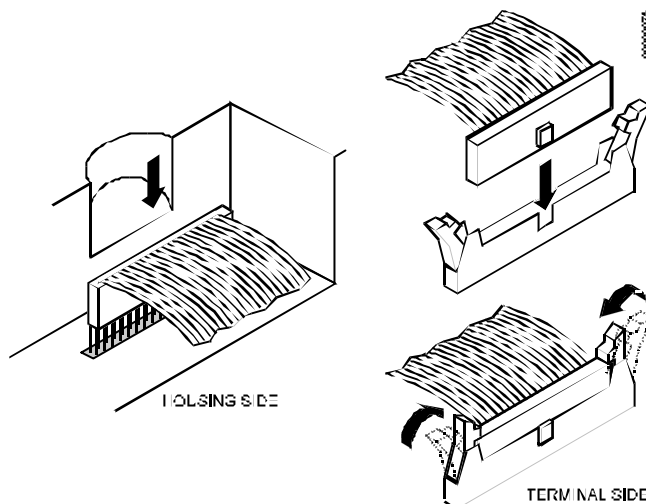

Fig. 41. Conexión de los cables planos.
9. Enchufar los cables planos a los alojamientos de los bloques de terminales y a la carcasa según Fig. 41.